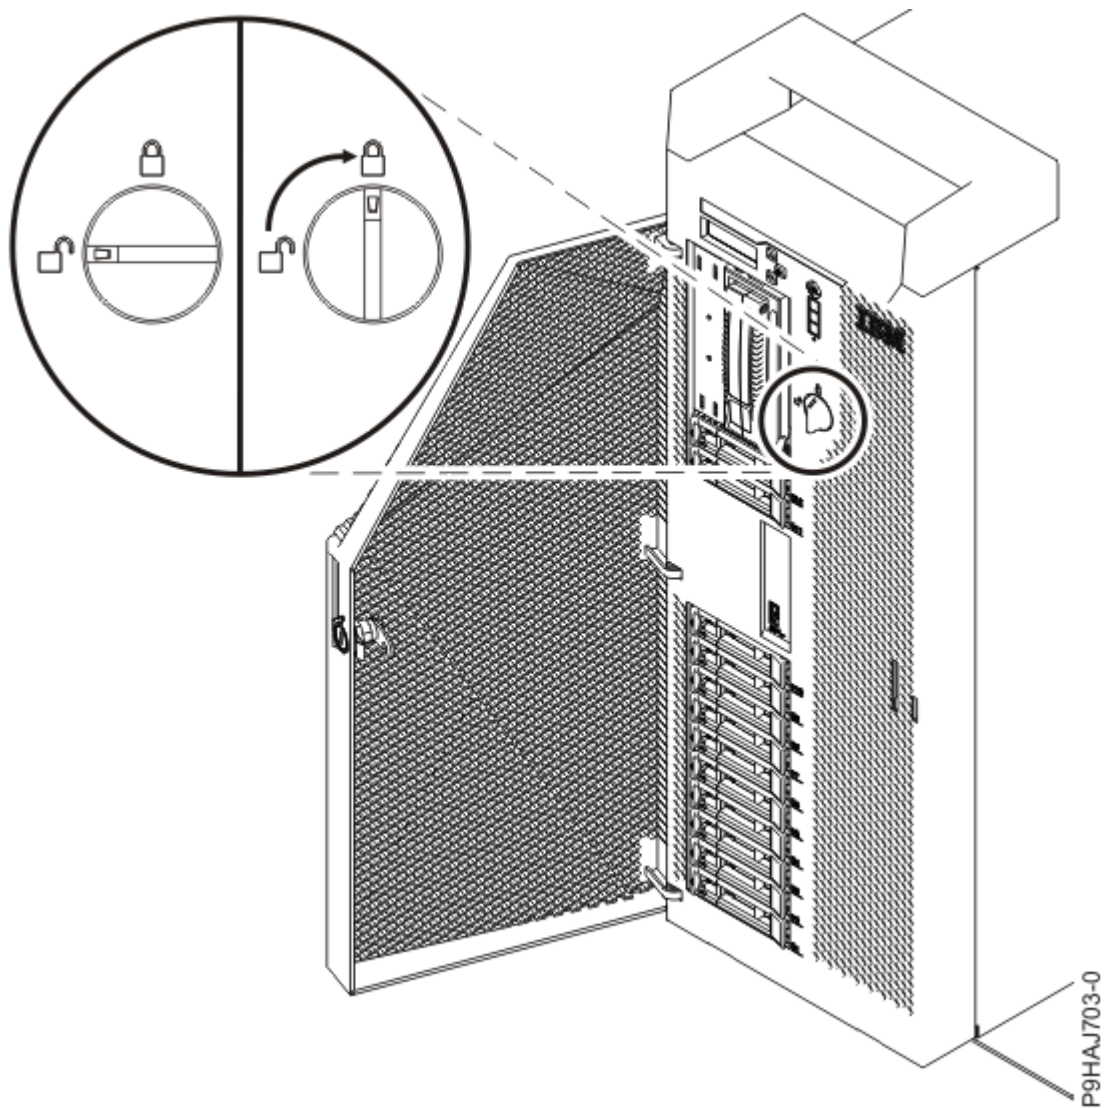

図 135. 前面カバー・ラッチのクローズ
- d) カバー・ラッチを右 (時計回り) にひねってカバーをロックします (140 ページの図 135 を参照)。